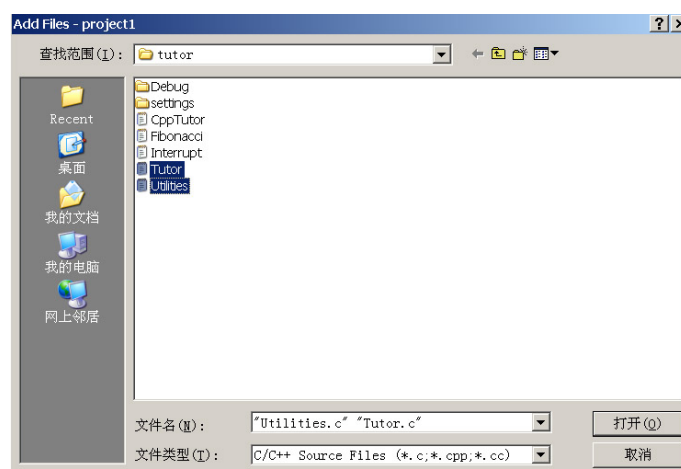

图 3. 添加文件窗口
- ① 在 **Workspace** 中选择希望添加文件的目的地，可以是项目或源文件组。本例直接选 **project1**。
- ② 选择主菜单 **Project > Add Files** 打开标准浏览窗口，见图 3。选择安装目录 **ARM\tutor** 下的上述 2 个文件，点击打开按钮，把它们添加到 **Project1** 目录下。